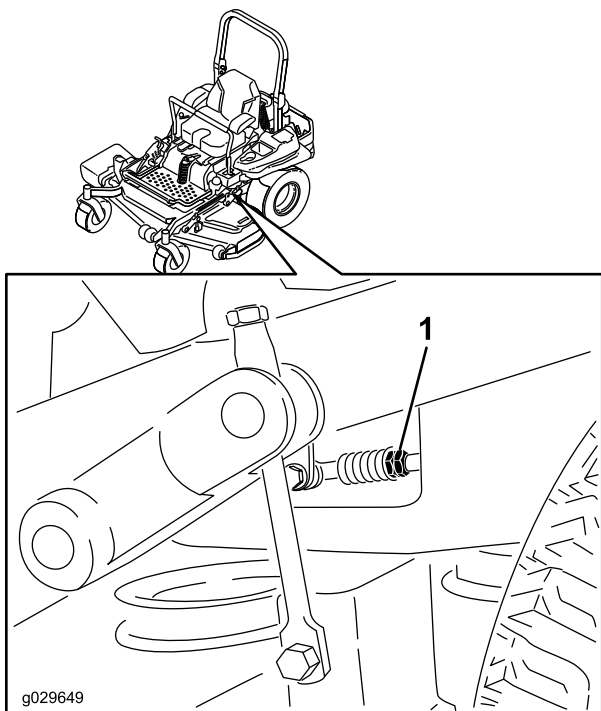

Figura 86
9. Ajuste la longitud de las varillas de control de las bombas girando las tuercas dobles de la varilla en el sentido apropiado, hasta que las ruedas se muevan ligeramente en marcha atrás (Figura 86).